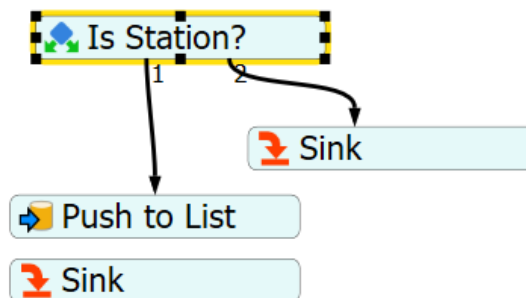

Figura 42- Portas de saída do decide
- No process flow: Ligue o decide primero no Push to List(1) e depois no Sink(2) como mostra a Figura 42.